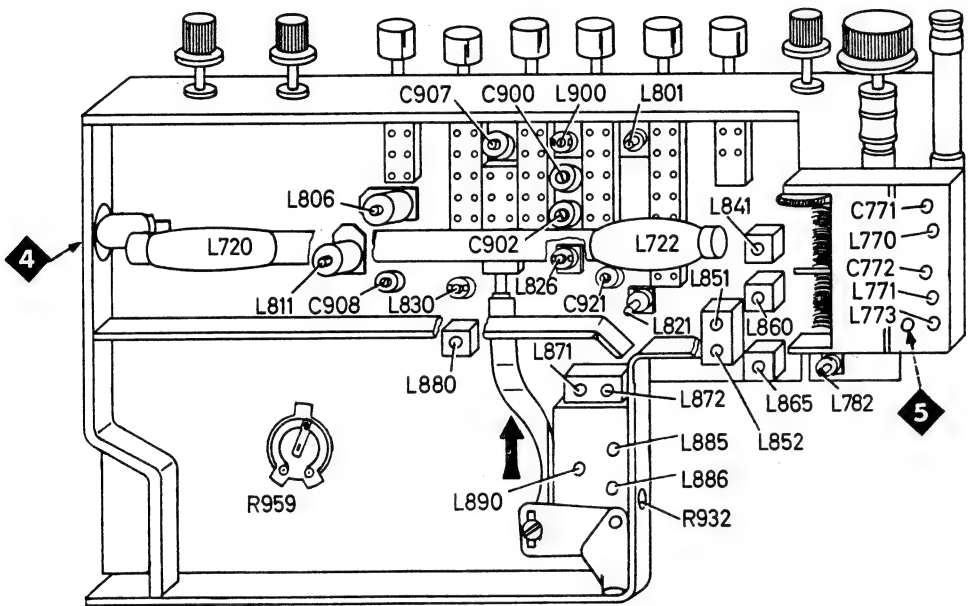

Fig. 5
- 6.1.5 Den Ruhestrom ca. 1 Minute nach dem Einschalten des Gerätes mit dem Einstellregler R 959 auf 6 mA  $\pm$  20 % einstellen, Fig. 5.
- 6.1.5 Approx. 1 minute after switching on set, set zero signal current via adjuster R 959 to 6 mA  $\pm$  20 %, fig. 5.
- 3) Ein AM-Signal, 400 Hz, 30 % moduliert, soll eine Ratiospannung von 1,4 V erzeugen. Dann mit R 932 ein Spannungsminimum am Outputmeter einstellen, Fig. 5.
- 3) An AM signal, 400 cs, 30 % modulated, must produce a ratio voltage of 1.4 V. Adjust a voltage minimum at the outputmeter by means of R 932, see fig. 5.